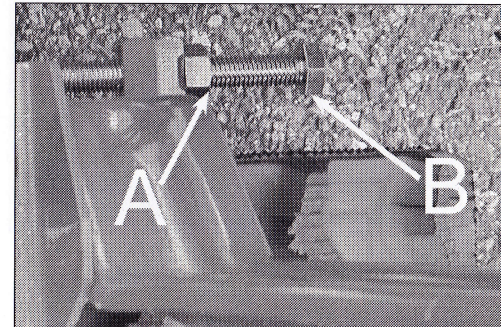
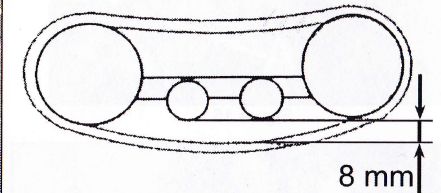

Figure 23
Figure 24
2. Dévissez le contre écrou de la roue de tension à l'arrière (figure 23, repère A).
3. Tournez l'écrou de tension (figure 23, repère B) pour régler le jeu entre la chenille et la roue de tension. Ce jeu est de 8 mm (figure 24). Veillez à avoir le même jeu pour les deux chenilles.